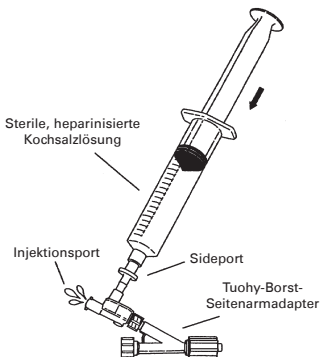

Abb. 2
4. Das Doppelrückschlagventil an den durchsichtigen Tuohy-Borst-Adapter anschließen. Das Tuohy-Borst-Ventil muss vollständig geschlossen sein. Ein mit heparinisierte Kochsalzlösung gefüllte 20-ml-Spritze an den Sideport des Doppelrückschlagventil-Adapters anschließen und den Injektionsport langsam entlüften. (**Abb. 2**)